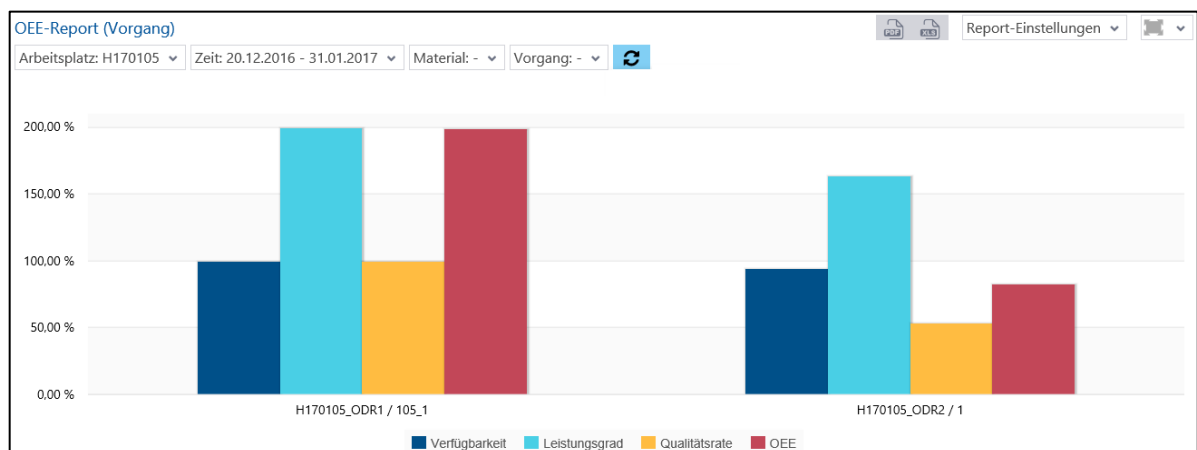

Bild 45: OEE-Report (Vorgang) als Säulendiagramm
- OEE-Report (Vorgang) als Säulendiagramm (Bild 45):